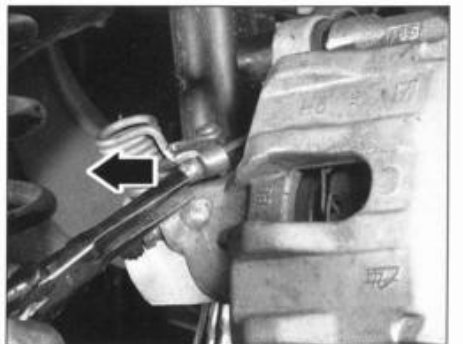

FIG. 14
- Desengrapar el cable de freno de estacionamiento (fig. 14).